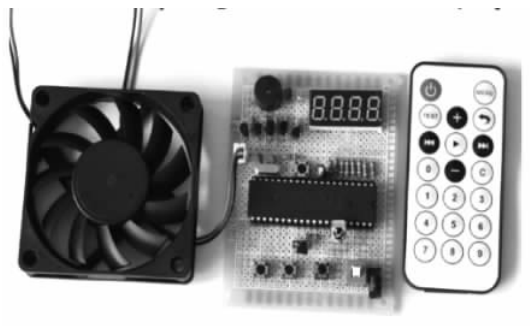

图 1.2 单片机智能风扇控制实例
(2) 单片机智能风扇实例。电风扇并未随着空调的普及而淡出市场,相反,家用电风扇因其风力温和、价格低廉、相对省电、安装和使用简单等特点受到中老年人、儿童和体质较弱的人群欢迎。以单片机为核心控制器,设计出无线遥控智能可调风扇,通过无线遥控和单片机通信,控制电风扇的风速,使其工作在高、中、低三挡。此外,通过温度传感器检测环境温度,建立控制系统,使电风扇随室内温度的变化而自动变换挡位,实现“温度高,风力大;温度低,风力弱”的功能,既节能环保,又安全可靠,具有广泛的应用前景。图1.2所示是基于STC89C52单片机的智能风扇控制实例。
(3) 单片机智能循迹小车实例。随着汽车科技的进步,智能小车的实验与设计越发重要。智能小车一般具有自动寻迹、躲避障碍物、报警等功能,所运用的知识较广泛,主要涉及汽车、机械和计算机等专业。智能小车不但代表汽车技术的发展,也是学校培养学生的学习能力与动手能力的一种主要手段。智能小车硬件部分主要由驱动转向模块、霍尔元件、采集模块和供电模块等组成。路面黑色引导线由红外线传感器检测与采集,然后输送给单片机,